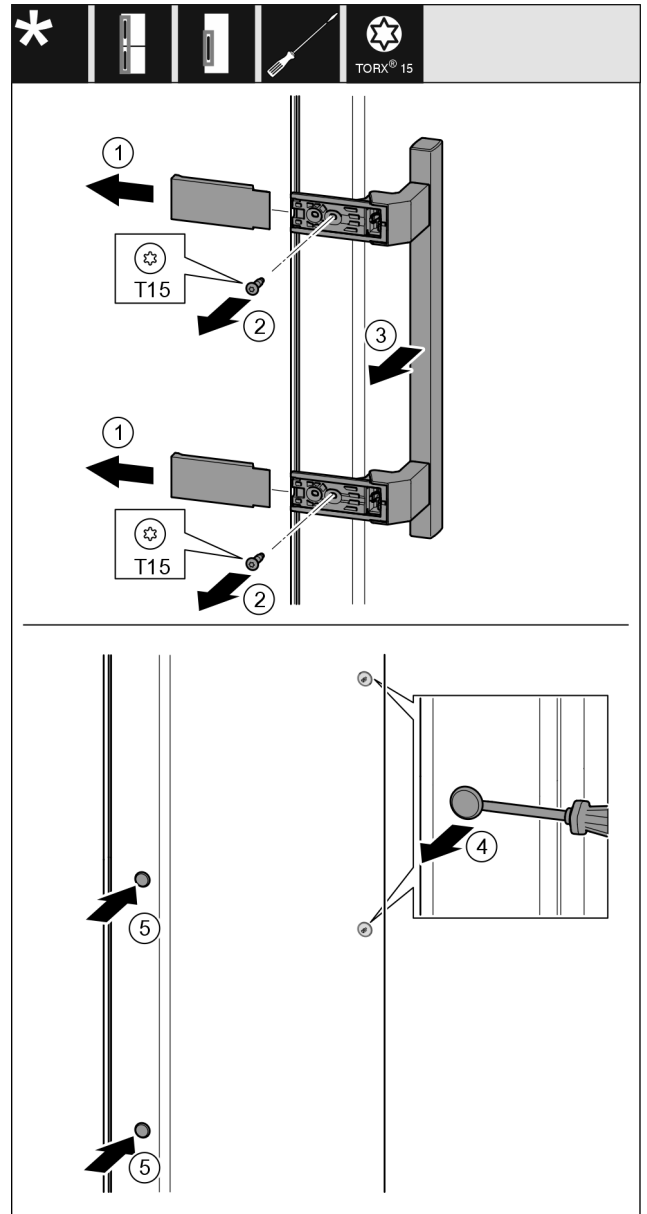

Fig. 22
- ▶ Húzza le a fedelet Fig. 22 (1).
- ▶ Tekerje ki a csavarokat Fig. 22 (2) csavarhúzóval.
- ▶ Vegye le a fogantyút Fig. 22 (3).
- ▶ Óvatosan emelje meg és húzza ki az oldalsó dugót Fig. 22 (4) lapos csavarhúzóval.
- ▶ Tegye vissza a dugót Fig. 22 (5) a másik oldalra.